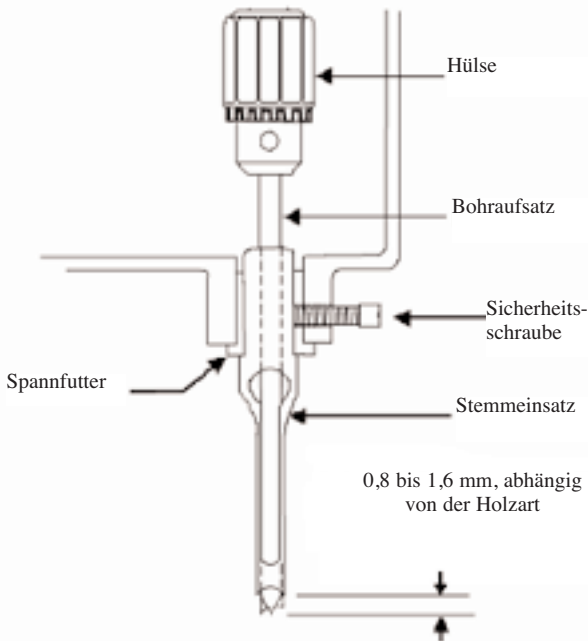

Abbildung 2
1. Lösen Sie die Sicherheitsschraube; s. Abb. 2.